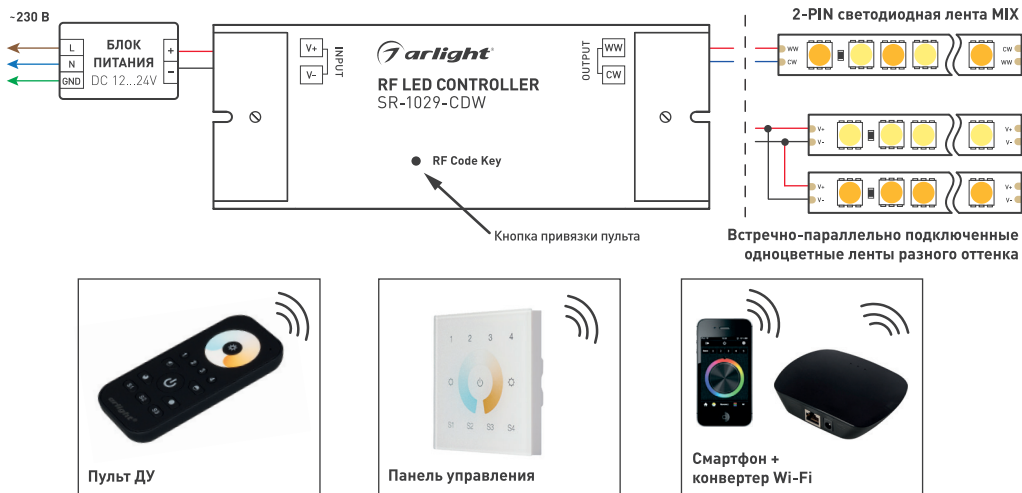

Рисунок 1. Общая схема подключения контроллера.
- 3.3. Согласно используемой схеме (см. рисунок 1) подключите светодиодную ленту или другой совместимый светодиодный источник света к выходу контроллера OUTPUT. Соблюдайте полярность и порядок подключения проводов к клеммам.